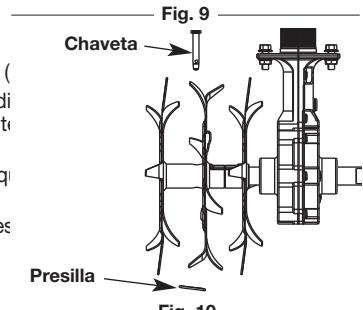

Fig. 10
ADVERTENCIA: Evite los arranques accidentales. Colóquese en posición de inicio cuando tire de la cuerda de arranque (Fig. 10). El operador y la unidad deben estar en una posición estable al arrancar la unidad para evitar graves lesiones personales.
6. Sujete los nuevos dientes en el eje colocando el pasador de horquilla entre los orificios que están entre los 2 dientes exteriores. (Fig. 10)